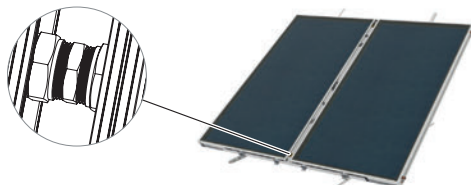

Figura 2.8
- 8** Collegare il secondo collettore e stringere le giunzioni* (Figura 2.8).